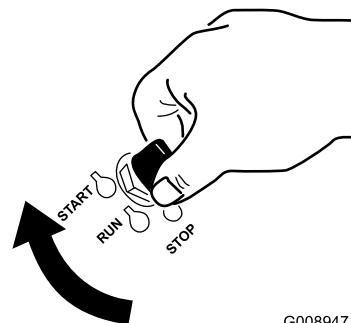

Figure 24
1. Tournez la clé de contact à la position DÉMARRAGE (Figure 24).